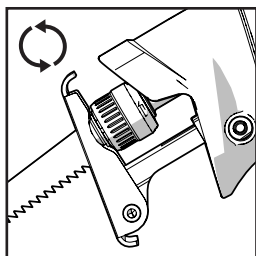

Fig. 1
- Należy obrócić pokrętkę zacisku brzeszczotu w kierunku przeciwnym do ruchu wskazówek zegara i przytrzymać. **(Rys. 1)**